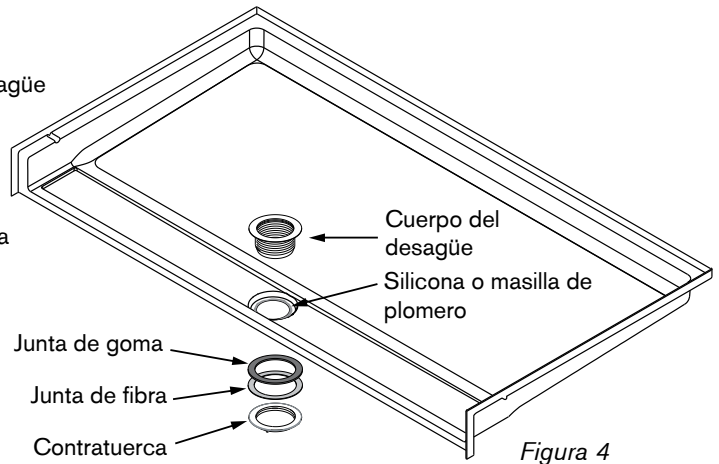

Figura 4
- 7 Aplique silicona o masilla de plomero alrededor del agujero de desagüe del plato de ducha solamente en el interior de la ducha. (Figura 4)